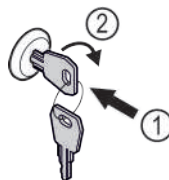

Fig. 72 Beispielhafte Darstellung
- ▶ Schlüssel hineindrücken Fig. 72 (1).
- ▶ Schlüssel um 90° im Uhrzeigersinn drehen Fig. 72 (2).